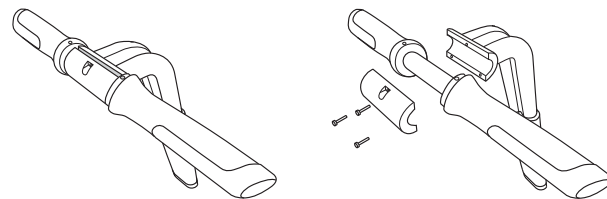

图 65：拆卸操纵柄
3. 从杆上卸下 LeanSteer 车架（参见图 65）。